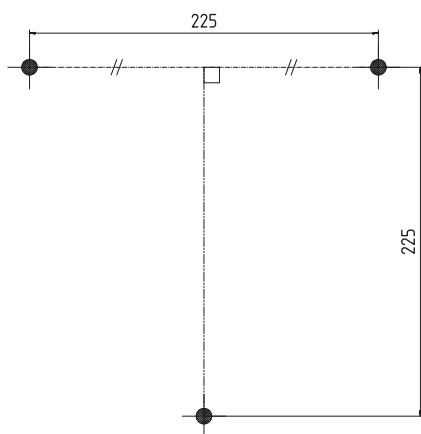

Fig. 12: Vrtací šablona pro instalaci na stěnu
1. Označte a odvrtejte vrty na stěně (Fig. 12).